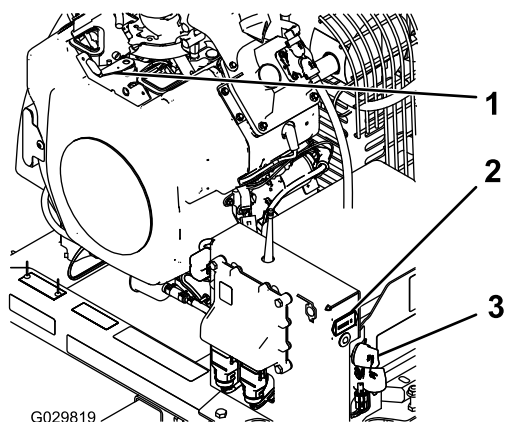

Figure 12
3. Tournez la clé de contact à la position de DÉMARRAGE (Figure 12).
3. Si vous quittez la machine, tournez la clé en position ARRÊT avant de l'enlever (Figure 12).